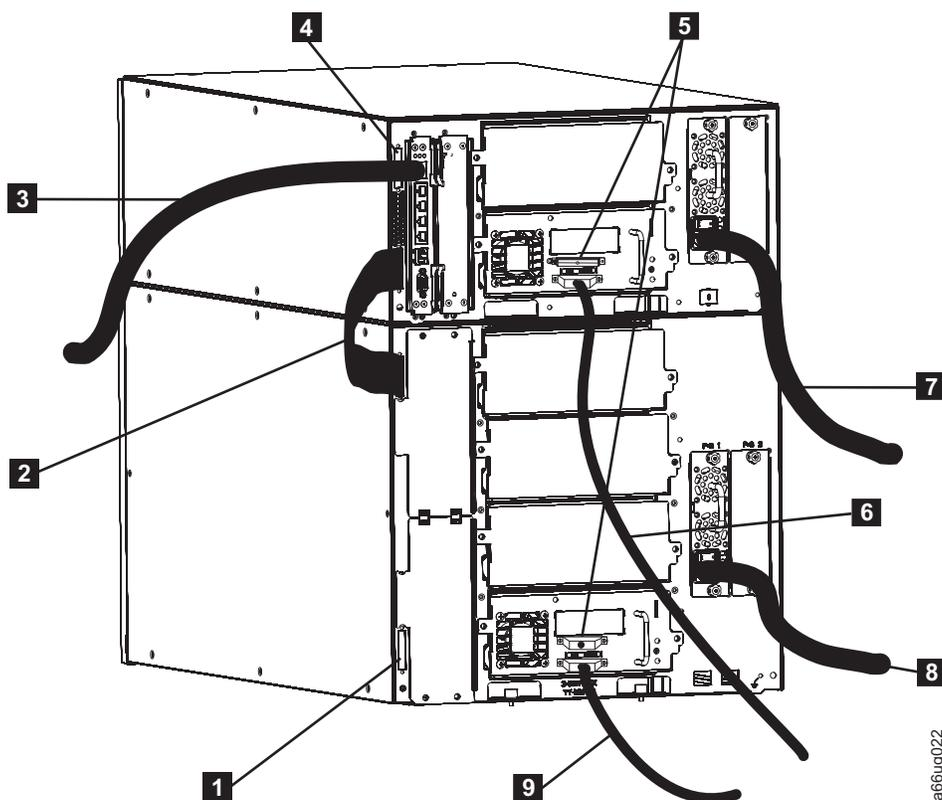

Рисунок 3-18. Подключение библиотеки 14U с накопителями SCSI
1. Подключите терминатор соединения модулей к верхнему разъему верхнего модуля библиотеки ( **4** на рис. 3-18).
2. Подключите один конец кабеля для соединения модуль-модуль (**2** на рис. 3-18 на стр. 3-20) к нижнему разъему верхнего модуля библиотеки, а другой конец - к верхнему разъему нижнего модуля.
3. Подключите терминатор соединения модулей к нижнему разъему нижнего модуля библиотеки (**1** на рис. 3-18 на стр. 3-20).
4. Подключите один конец кабеля Ethernet (**3** на рис. 3-18 на стр. 3-20) к порту Ethernet платы управления библиотеки, а затем подключите другой конец кабеля к сети.
- Подключите терминаторы SCSI (**5** на рис. 3-18 на стр. 3-20) к верхнему разъему всех накопителей SCSI библиотеки.
- Подключите один конец кабелей SCSI к нижнему разъему всех накопителей SCSI (**6** на рис. 3-18 на стр. 3-20), затем подключите другой конец кабелей к хосту.
6. Вставьте один конец кабеля питания (**7** и **8** на рис. 3-18 на стр. 3-20) в розетку блока питания библиотеки, затем подключите второй конец кабеля к источнику питания. Повторите это действие для всех блоков питания библиотеки.
1. Вставьте терминатор соединения модулей в верхний разъем верхнего модуля библиотеки (**4** на рис. 3-18 на стр. 3-20).
3. Вставьте терминатор соединения модулей в нижний разъем нижнего модуля библиотеки (**1** на рис. 3-18 на стр. 3-20).
- Вставьте терминаторы SCSI ( **5** на рис. 3-18 на стр. 3-20) в верхние разъемы всех накопителей SCSI библиотеки.
- Подключите один конец кабелей SCSI к нижнему разъему всех накопителей SCSI ( **6** на рис. 3-18 на стр. 3-20), затем подключите другой конец кабелей к хосту.
7. Подключите один конец кабеля питания ( **7** и **8** на рис. 3-18 на стр. 3-20) к розетке в блоке питания библиотеки, затем подключите второй конец кабеля к источнику питания. Повторите это действие для всех блоков питания библиотеки.